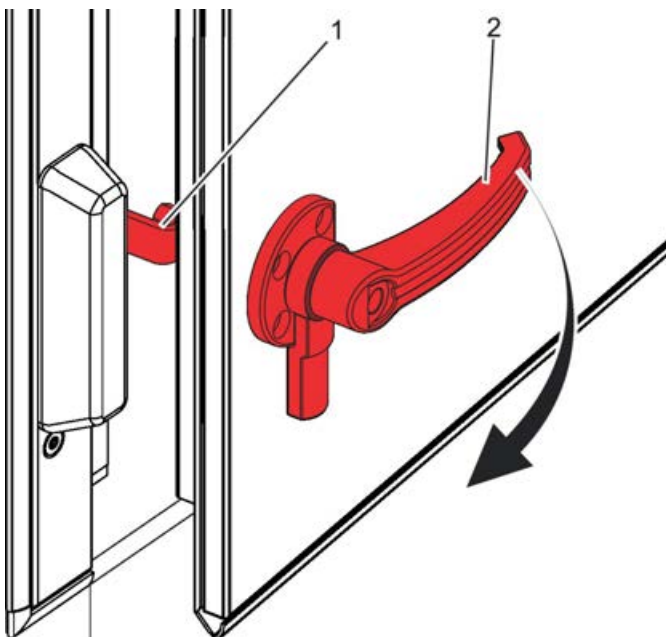

Abb. 18: Fangvorrichtung lösen
3. ▶ Den Türgriff ( Abb. 18 /2) 90° im Uhrzeigersinn drehen.
- ⇒ Fangvorrichtung ( Abb. 18 /1) ist entriegelt und die Revisionsstür kann geöffnet werden.